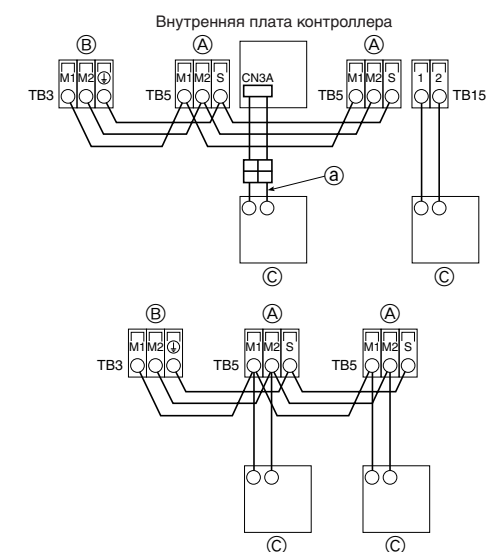

Fig. 7-2
7.2. Подсоединение пульта дистанционного управления, кабелей передачи внутри и снаружи (Fig. 7-2)
- ① Пульт дистанционного управления "MA"
- ⓐ Кабель пульта дистанционного управления MA (ПРИСПОСОБЛЕНИЕ ⑨)
- ② Пульт дистанционного управления "M-NET"